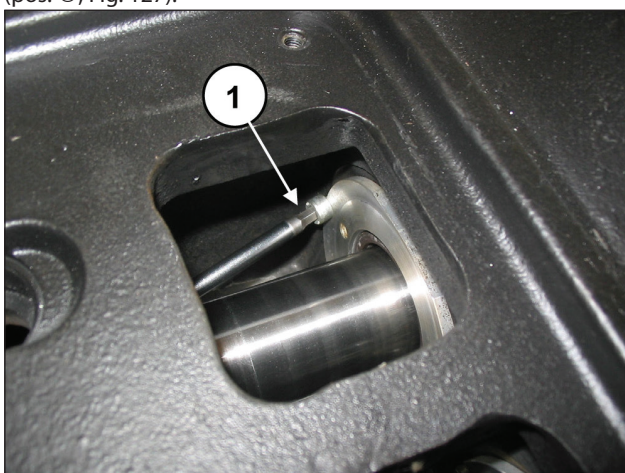

Fig. 127
Si es necesario sustituir el retén de la guía del pistón, desmontar la tapa de retención como se indica a continuación: Aflojar los 2 tornillos de bloqueo de la tapa de retención (pos. ①, Fig. 127).